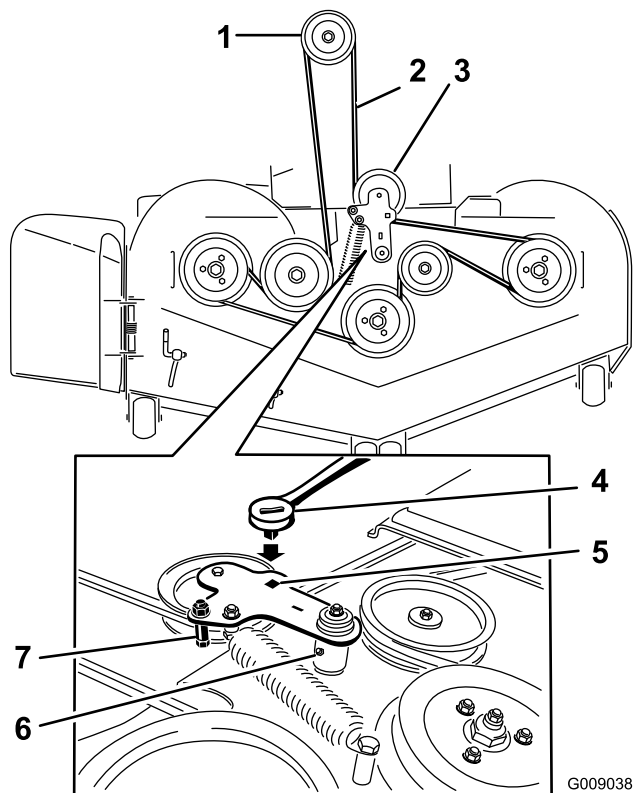

Figure 75
5. Insérez un rochet dans le trou carré du bras de la poulie de tension pour détendre le ressort de la poulie de tension (Figure 75).
7. Enlevez le guide de courroie situé sur le bras de la poulie de tension appelée par ressort (voir Figure 75).
9. Acheminez la courroie neuve autour des poulies du tablier de coupe et de la poulie d'embrayage, sous le moteur (Figure 75).
10. Montez le guide de courroie sur le bras de la poulie de tension (voir Figure 75).
11. Insérez le rochet dans le trou carré et montez le ressort de la poulie de tension (Figure 75).